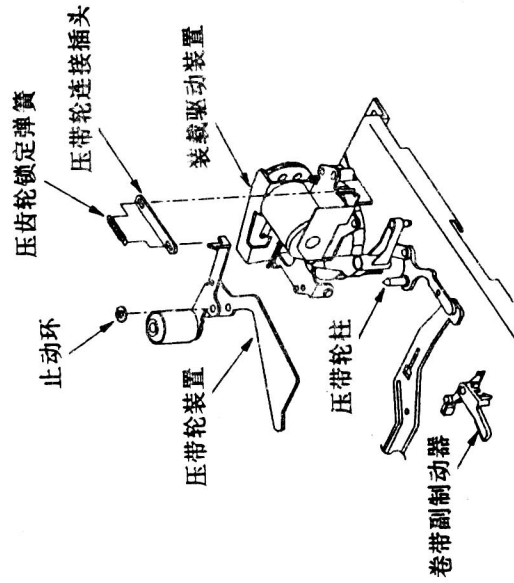

图39
- 步骤: ①取下压带轮锁定弹簧,按下压带轮连接插头,如图39所示;
②卸下止动环,向上取出压带轮;
③清洁压带轮柱,并涂上润滑脂;
④按照拆卸时相反步骤重新安装;
⑤安装完毕后,确保收带副制动器与收带盘台以适当的压力相接触;
⑥安装完毕后,须进行磁带行走系统的检查和调整。